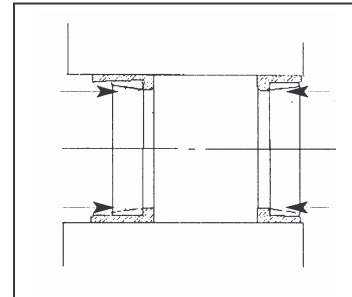

Figure 23 : Montage bague extérieure
b) Emmancher les bagues de roulement externes (5) et (4) dans le palier (voir fig. 23).